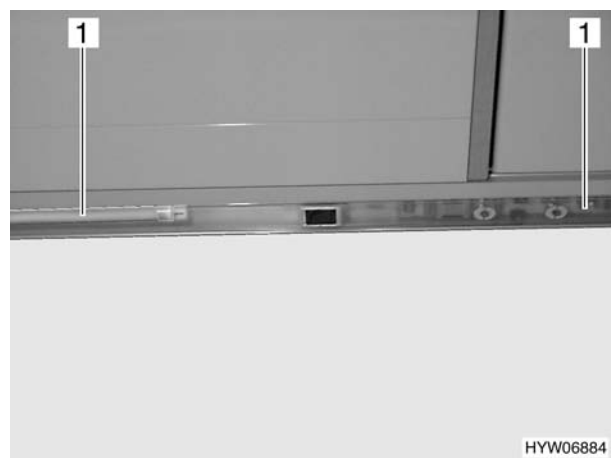

Fig. 90 Luce area cottura/plafoniera del vano abitabile
- Tirare il vetro della luce (Fig. 90,1). Iniziare ad estrarre tirando a destra o a sinistra.